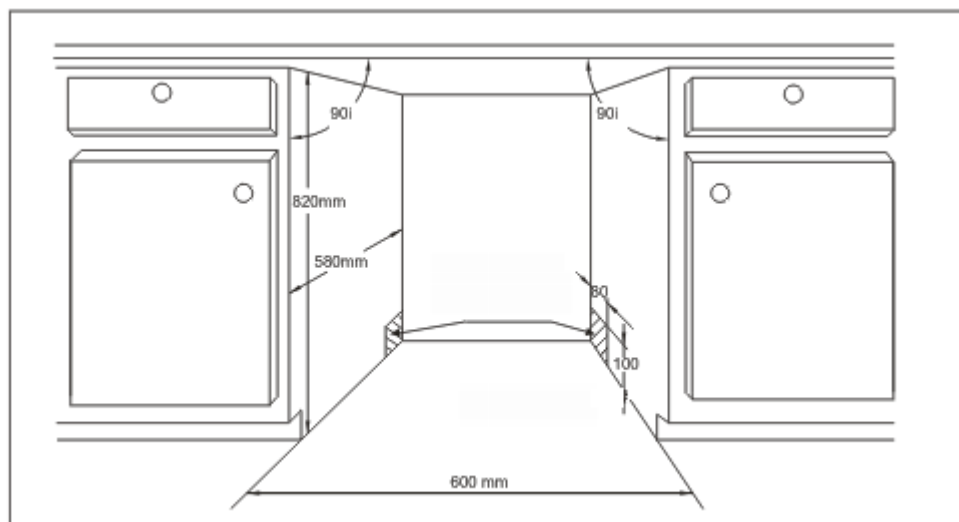

Рисунок 2
2. Если устройство устанавливается в углу комнаты, то оставьте немного места (см. рис. 2), чтобы оставалось пространство для открытия дверцы.
2. Отрегулируйте жёсткость дверной пружины с помощью шестигранного ключа, поворачивая его в направлении по часовой стрелке для затяжки правой и левой пружин. Игнорирование данной операции может привести к повреждению посудомоечной машины (рис. 2).